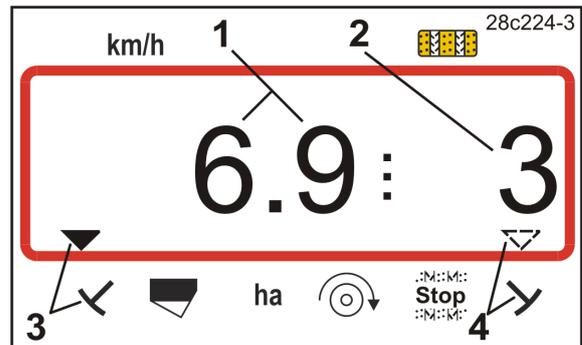
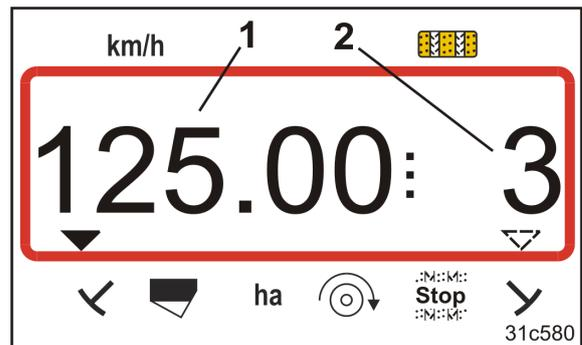

Fig. 36
Fig. 37
→ Volver a la indicación de trabajo (Fig. 36 o Fig. 37).
(Fig. 36 o Fig. 37).
Si se pulsa la tecla durante el trabajo se provoca la conmutación entre indicación (Fig. 36 y Fig. 37).
Indicación (Fig. 36) durante el trabajo:
- la velocidad de marcha (Fig. 36/1), p. ej. 6,9 km/h
- la posición de conmutación del contador de carriles (Fig. 36/2), p.ej. contador de carriles 3.
- el disco trazador izquierdo (Fig. 36/3) se encuentra en la posición de trabajo
- el disco trazador derecho (Fig. 36/4) está levantado.
Indicación (Fig. 37) durante el trabajo:
- dosis de aplicación actual (Fig. 37/1), p.ej. 125,0 [kg/ha]
- la posición de conmutación del contador de carriles (Fig. 37/2), p.ej. contador de carriles 3.